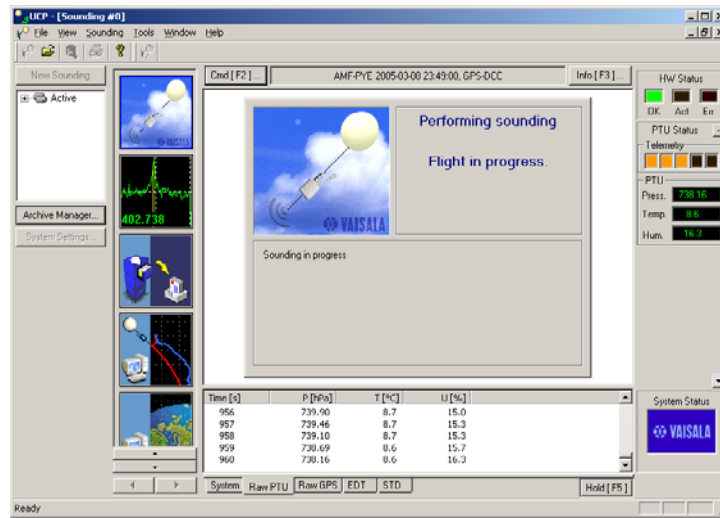

图 14
51. 输入从 SMET 计算机得到的风向和风速。点击“Next”（下一步）。应看到以下屏幕（图 14）：